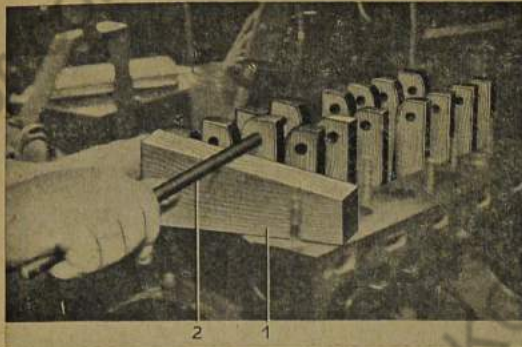

Bild 130: Holzkeile herausziehen
3. Die Holzkeile mit Dorn und Holzunterlage (Hebelarm) herausziehen (Bild 130).